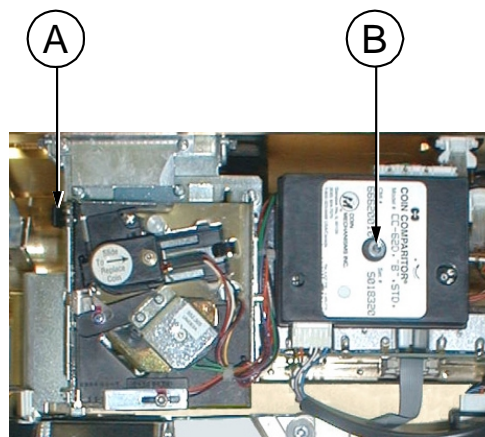

Figura 6.14.a Fijación CC-62D.
- 2) Para extraer la unidad principal, incline ligeramente hacia la izquierda la pestaña de fijación, elemento [A] de la *Figura 6.14.a*, incline el selector adelante y levántelo hasta liberar los pivotes inferiores.
- 3) Para extraer la unida remota, afloje la tuerca de sujeción, elemento [B] *Figura 6.14.a*.